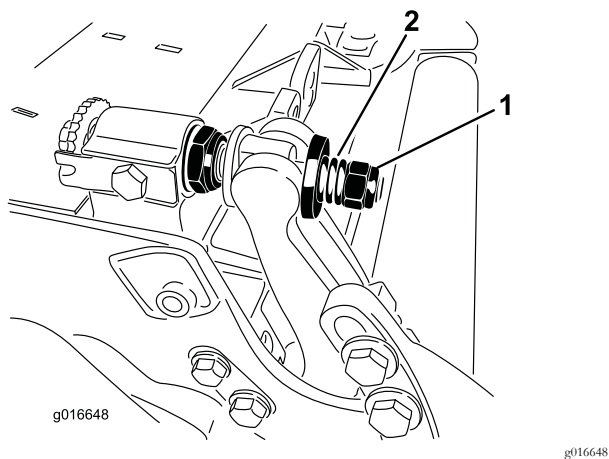

Figura 32
5. Aperte a porca da mola tensora até que a mola fique recolhida; em seguida, desaperte meia volta (Figura 32).
11. Aperte a porca em cada conjunto de ajustador da barra de apoio até que a mola de compressão esteja totalmente comprimida e, em seguida, desaperte a porca ½ volta (Figura 32).